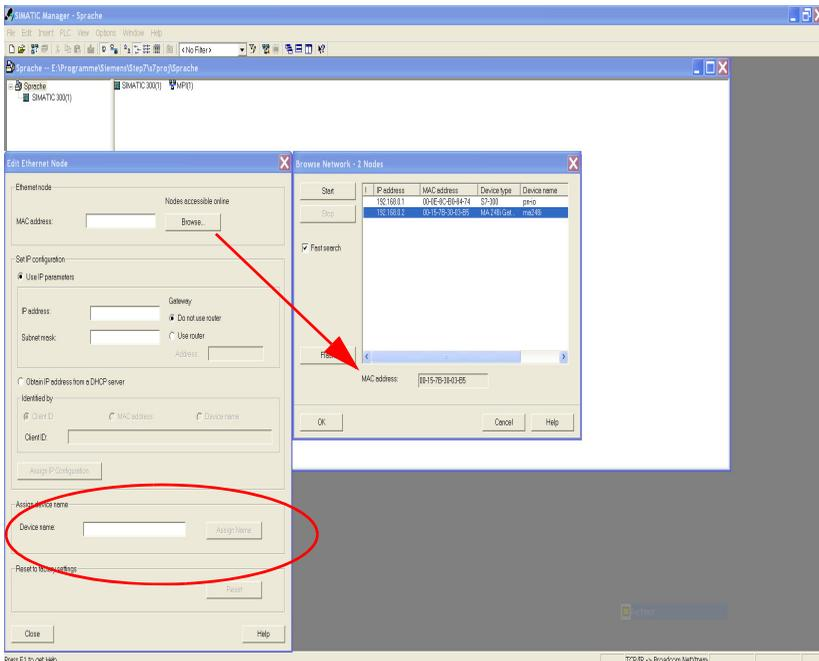

Figura 10.4: Asignar los nombres de los equipos a los dispositivos IO configurados
- Asignación de dirección MAC - dirección IP - nombres únicos de los equipos (figura 10.4)